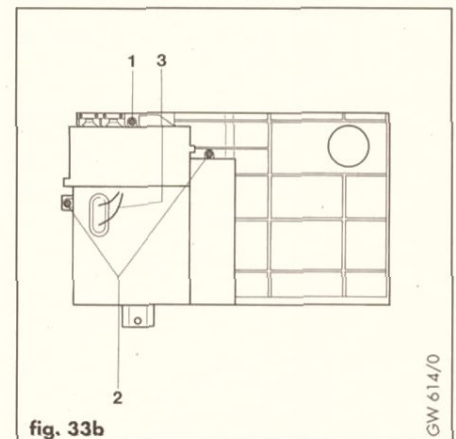

fig. 33b
- Togliere la vite (1, fig.33b) e levare il coperchio della morsettiere.
- Togliere la vite (1, fig.33b) e levare il coperchio della morsettiera.